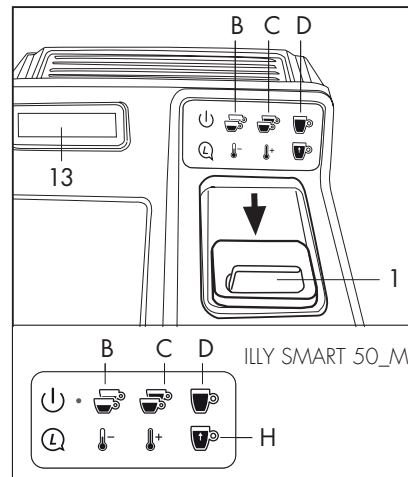

Abb. 14
- Schließen Sie die Klappe (1).
- Eine der Tastei (B) (C) (D) (H nur bei dem Modell Codenummer I0003287), um die gewünschte Funktion zu starten und die Taste gedrückt halten bis Die gewünschte Menge erreicht worden ist. **(Abb.14)**
- Auf der LCD-Anzeige (13) wird der Text "im Lernmodus" angezeigt.